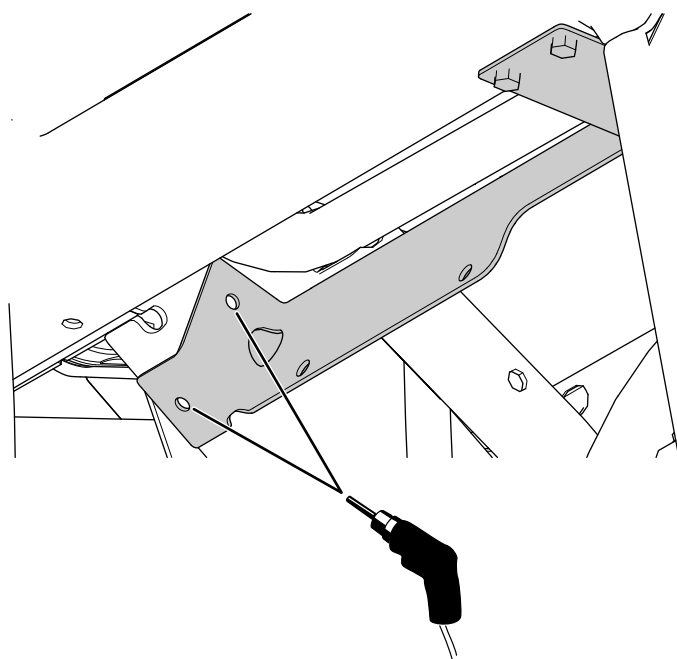

Рисунок 26
- C. Используя кронштейн обогревателя в качестве шаблона, просверлите 2 отверстия (5/16 дюйма) в опоре приборной панели (Рисунок 26).